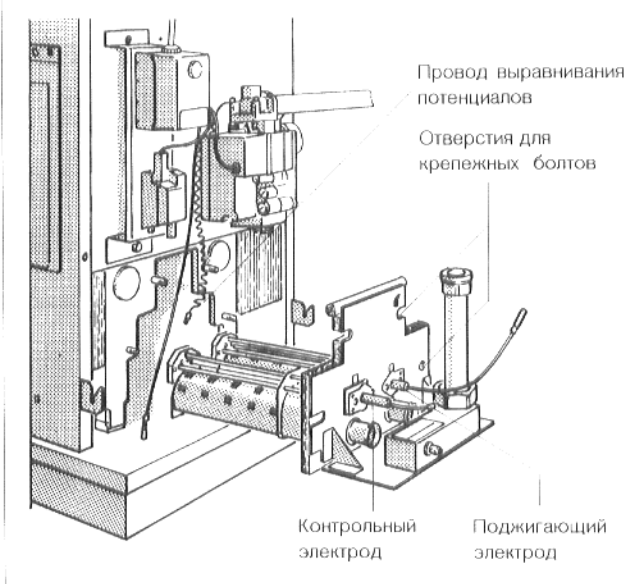

Рис. 21. Демонтаж газовой горелки
- ✦ Снять штекерное соединение провода выравнивания потенциалов с щита горелки (рис. 21).
- ✦ Отвинтить крепежные болты у щита горелки и вынуть газовую горелку (рис. 21).
- ✦ Произвести демонтаж поджигающего электрода и контрольного электрода, вместе с дистанционными деталями, со щита горелки (рис. 21).